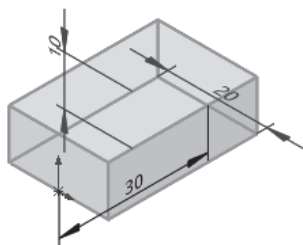

图 1-11 双击特征后的草图尺寸显示
**1** 在 FeatureManager 设计树或图形区域中双击任何特征，该草图所有的尺寸值都将显示在图形区域中，如图 1-11 所示。